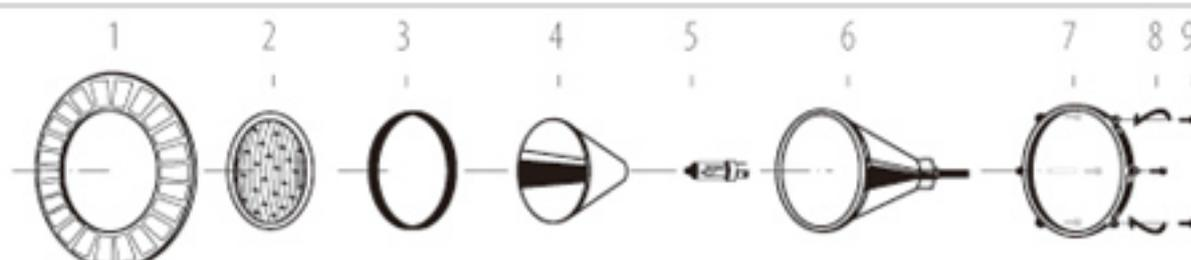

Figura 1
Os refletores são constituídos de dois conjuntos: o miolo e o nicho. O conjunto miolo é formado por: espelho com flange com rosca (1); uma lente (2); uma guarnição (3); um defletor (4); uma lâmpada H4 12V 60/55W (5); um cone de cobre (6); uma flange sem rosca (7); três molas (8) e seis parafusos (9) conforme figura 1.